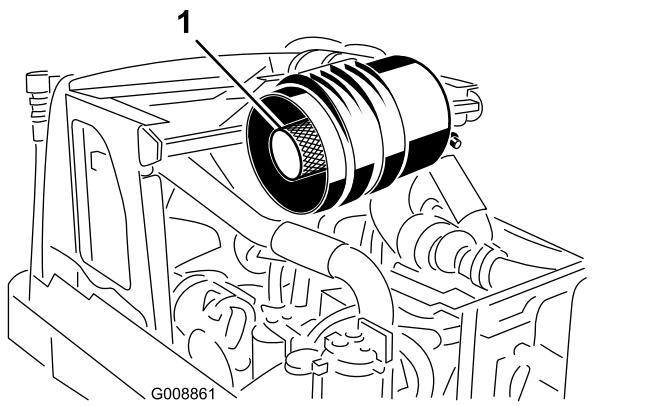

Рисунок 45
**Внимание:** Не пытайтесь очистить контрольный фильтр. Замену контрольного фильтра следует производить после каждого трех обслуживаний фильтра грубой очистки (Рисунок 45).